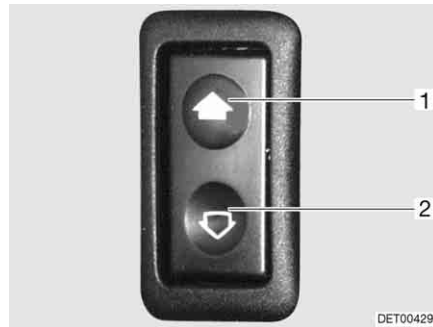

Fig. 28 Interruptor para los elevalunas eléctricos
- Abrir:* ■ Pulsar la parte inferior del conmutador (Fig. 28,2).
- Cerrar:* ■ Pulsar la parte superior del conmutador (Fig. 28,1).